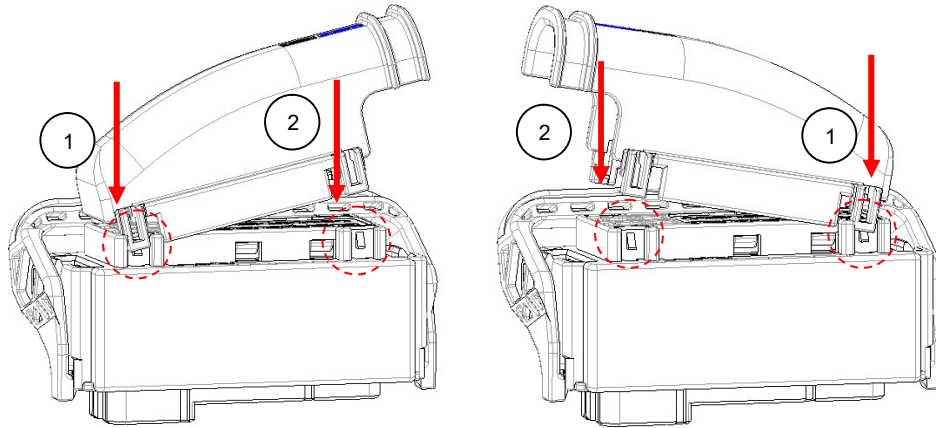

Fig. 14
- '딸깍' 소리가 날 때까지 누르십시오. (Fig. 14 참조)